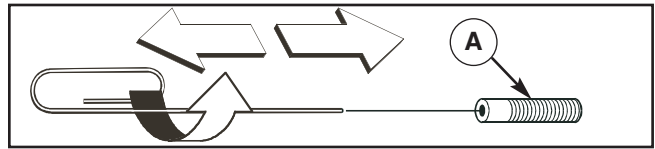

Figura 18 – Limpiar la boquilla
- Use un pequeño sujeta papeles para liberar cualquier material extraño que esté tapando la boquilla (A) (Figura 18).